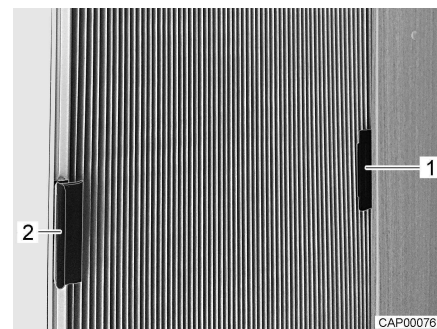

Bild 25 Plisségardin för sidorutans (stängd)
- Dar ihop plisségardinen med handtaget (Bild 25,1).
- Skjut alltid plisségardinen i handtaget (Bild 25,1) i (Bild 25,2) påbyggnaden.